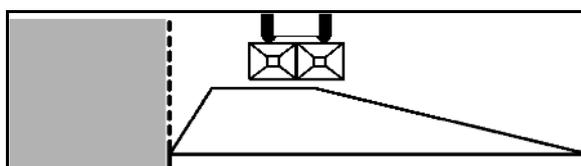

Fig. 46
3. Epandage en bordure (Fig. 46):